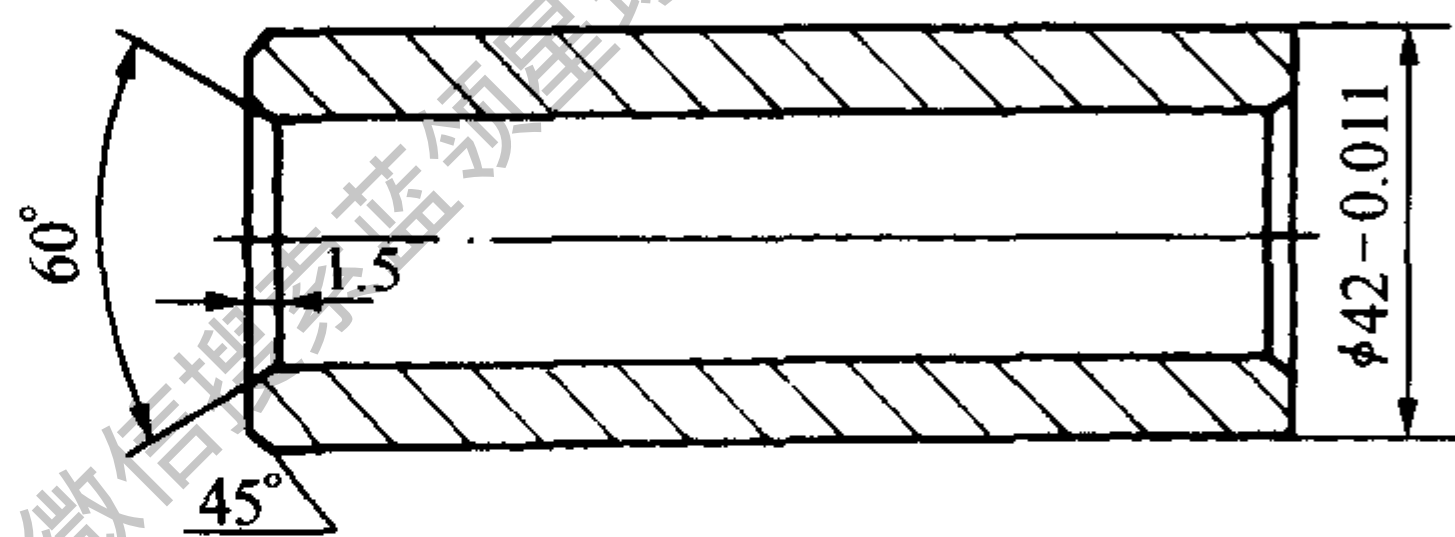

图 4-5 8AS-12.5 型压缩机的活塞销
(2) 活塞销 活塞销是活塞与连杆小头的连接件。由于活塞销与连杆小头衬套及活塞销座的连接多采用浮动式配合，当压缩机工作时，它会有一定的自由转动量，因此，能在销座上产生轴向窜动。活塞销的规格因不同的压缩机而异，如图 4-5 为 8AS-12.5 型压缩机的活塞销。
(3) 活塞环 活塞环由高强度铸铁或含钼、铬、铜的铸铁制成，并在表面上采用多孔性镀铬工艺。制冷压缩机的活塞环是一个具有切口和弹性的开口环。它分为气环和油环两种。